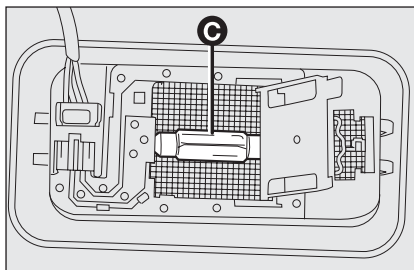

fig. 34
- ☐ sustituir la lámpara **C**-fig. 34 separándola de los contactos laterales; introducir la nueva lámpara asegurándose de que la misma quede bloqueada correctamente entre los contactos;